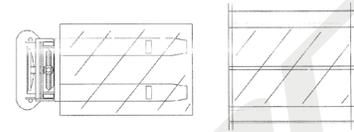

Fig. 5/B
2. S'assurez que les pieds du gerbeur peuvent se déplacer librement sous la palette ou dans le rayonnage. Pour ce faire, il faut aligner le côté de la palette à soulever en utilisant comme référence la palette supérieure du rayonnage. De cette manière, le chargement et le déchargement seront plus faciles. (Fig. 5/B)
6. Abaissez les fourches jusqu'à leur position de déplacement. (Fig. 5/A - 5/B)